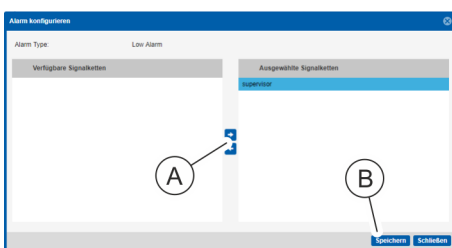

Abb. 129: Fenster "Alarm konfigurieren"
7. Im Fenster "Alarm konfigurieren" eine Signalkette auswählen und über die Schaltfläche „→“ (Abb. 129/Ⓐ) ins Feld „ausgewählte Signalketten“ schieben. Auswahl über die Schaltfläche „Speichern“ (Abb. 129/Ⓑ) bestätigen.